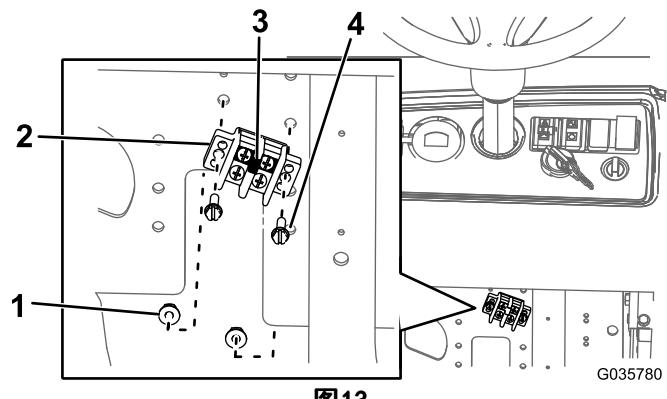

图13
- 将跳线条安装到地线盒上（图13）。
- 如图13 所示，用 2 个螺栓 (#10 x 3/4 英寸) 和 2 个螺母 (#10) 将地线盒安装到安装板上。